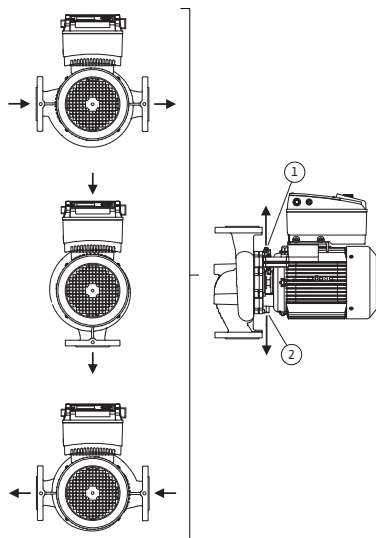

Fig. 18: Poziții de montaj admise la arborele motor dispus orizontal
Pozițiile de montaj admise la arborele motor dispus orizontal și la modulul electronic orientat în sus (0°) sunt reprezentate în Fig. 18. Nu sunt ilustrate pozițiile de montaj admise la modulul electronic montat în lateral (+/- 90°). Este permisă orice poziție de montaj cu excepția celei în care „modulul electronic este orientat în jos” (- 180°). Dezaerarea pompei este garantată numai atunci când supapa de dezaerare este orientată în sus (Fig. 18, poz. 1).
Numai în această poziție (0°), condensul rezultat poate fi evacuat orientat, prin orificiul existent, printr-o piesă intermediară a pompei, precum și prin motor (Fig. 18, poz. 2).
- Dacă arborele motorului este montat orizontal, poziția orificiului de condens trebuie să fie obligatoriu în jos (Fig. 18, Poz.2). La nevoie, motorul trebuie rotit corespunzător.